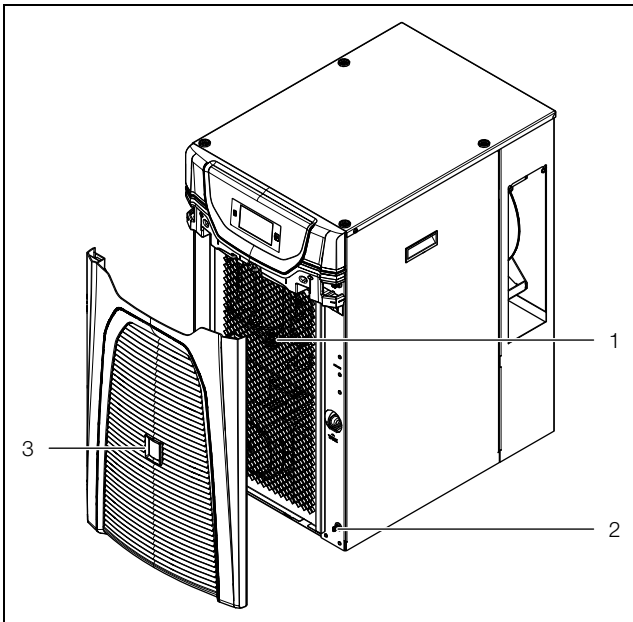

Imagen 31: Extraer la rejilla 3320200 y 3334300
■ Extraiga la rejilla (imagen 31, pos. 3) de la parte frontal de la chiller de los clips de sujeción (imagen 31, pos. 2) y colóquela en un lugar seguro.